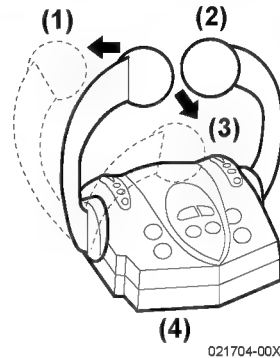

Figure 14
Utilisez la commande de réglage du double levier (**Figure 14, (4)**) dans la station de la barre du gouvernail pour AHEAD (AVANT) (**Figure 14, (1)**), ASTERN (ARRIERE) (**Figure 14, (3)**), NEUTRAL (NEUTRE) (**Figure 14, (2)**) et le contrôle de la vitesse dans une installation jumelée.